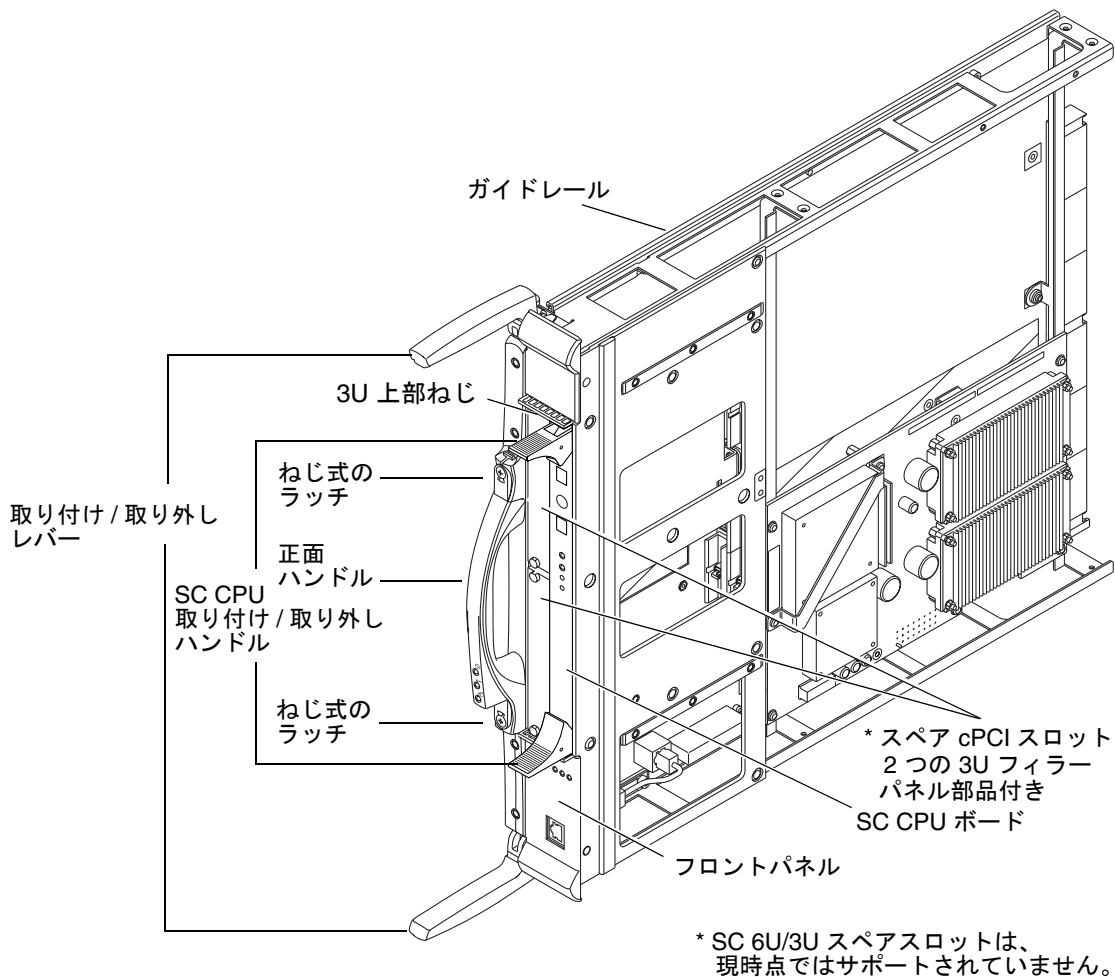

図 6-2 SC ボード
4. 両方の取り付け/取り外しレバーをロック解除方向に均等の力で押し、ボードを外側に引いてセンタープレーンサポートボードから外します (図 6-2)。